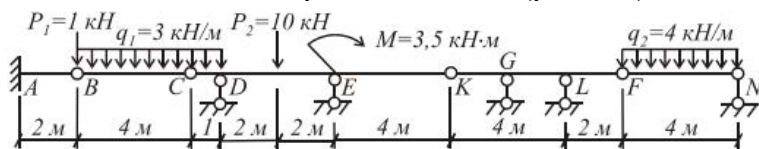

Рис. 2.2
- 4. Показать на примере рационально ли расставлены промежуточные шарниры в заданной Вам многопролетной балке (рис. 2.2).